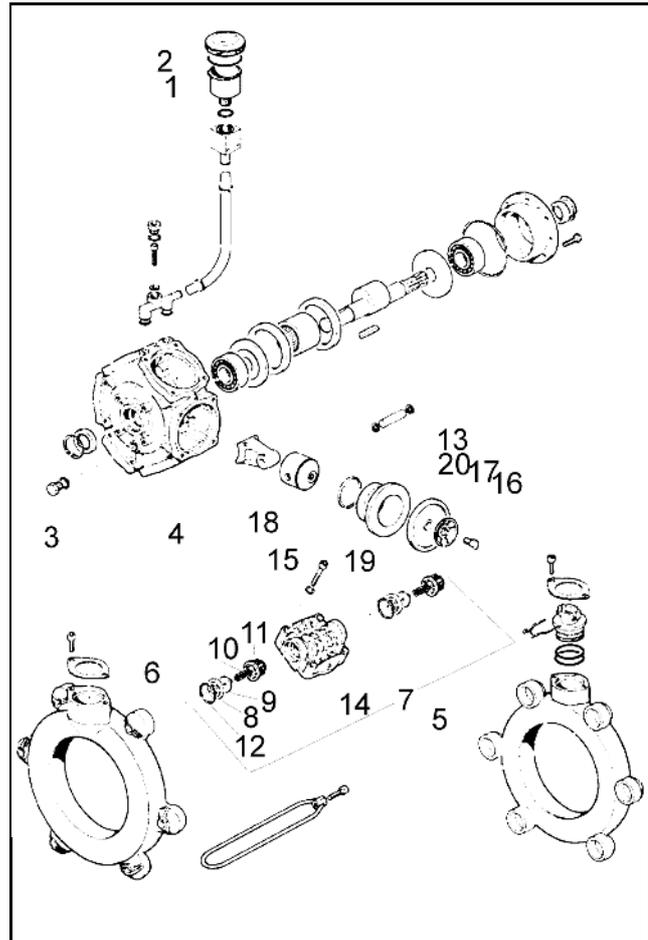

Fig. 9.2
- Quitar la tapa (Fig. 9.2/2).
Además existe la posibilidad de evacuar el aceite en el tornillo de drenaje (Fig. 9.2/3). Sin embargo así quedan escasos restos de aceite en la bomba, por lo que recomendamos el primer procedimiento.